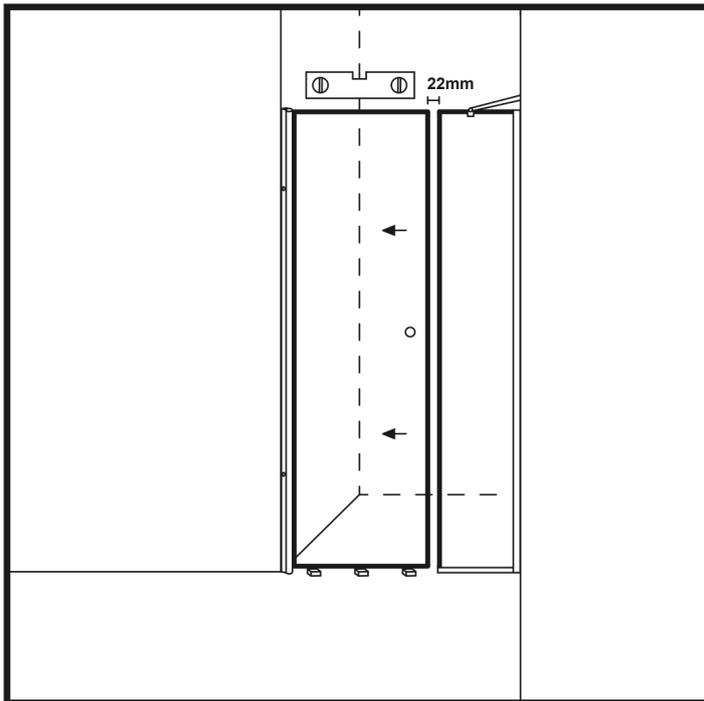

Abbildung 13
35. Legen Sie Holzblöcke (max. Dicke 1 cm) auf den Boden, wo Sie das Türglas, in dem bereits ein Monoscharnier vom Hersteller installiert ist, aus der Verpackung abstützen können. (Abbildung 13)